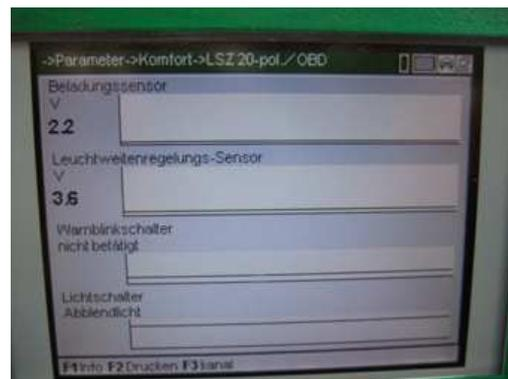

Imagen 3
6. Tras la sustitución, el valor del sensor delantero está en 2,2, por tanto, en su valor nominal (v. imagen 3).